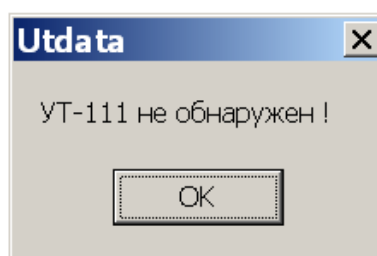

Рис.6.3.
- При некорректном подключении толщиномера к компьютеру (выключенный толщиномер, поврежденный соединительный кабель) на экране появится сообщение: «УТ-111 не обнаружен!» (рис.6.3).